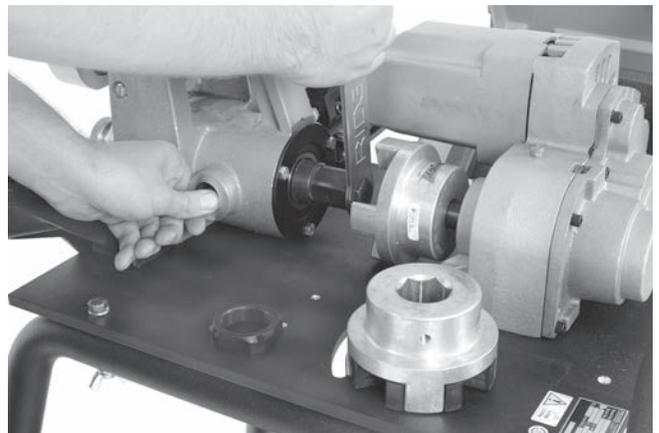

Abbildung 27 – Ausbau des Zugbolzens
6. Lösen Sie den Zugbolzen mit dem $15/16$ -Zoll-Einsatz im Steckschlüssel (Abbildung 27).